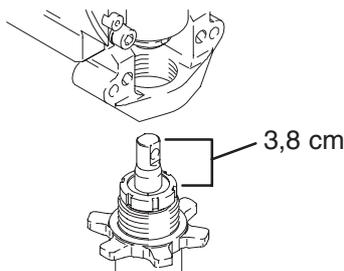

Fig. 11
1. Fig. 11. Extraiga el vástago del pistón 38 mm. Enrosque la bomba hasta que los orificios de la travesa del cojinete y del vástago del pistón queden alineados.